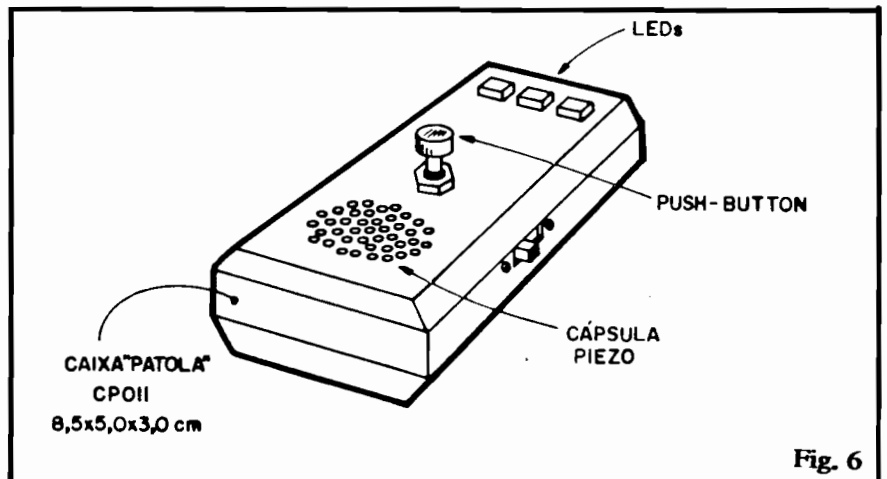

Fig. 6
- **FIG. 6** - Sugestão para o "encaixamento" do circuito do JOCAN, usando um **container** padronizado da "Patola", mod. CP011 (com medidas de 8,5 x 5,0 x 3,0 cm.). O arranjo nos parece prático e elegante, mas o Leitor/Hobbysta tem a liberdade de fazer outros condicionamentos, desde que a caixa escolhida apresente, **no mínimo**, as dimensões do **container** originalmente sugerido. Notar que o acompanhamento da sugestão obrigará o uso de alimentação a partir de uma bateria de 9 volts, já
- 1 - Caixa para abrigar a montagem. Adotada a sugestão da fig. 6, o **container** deverá ser um "Patola" CP011 (8,5 x 5,0 x 3,0 cm.). Outras caixas, iguais ou maiores, também podem ser facilmente adotadas